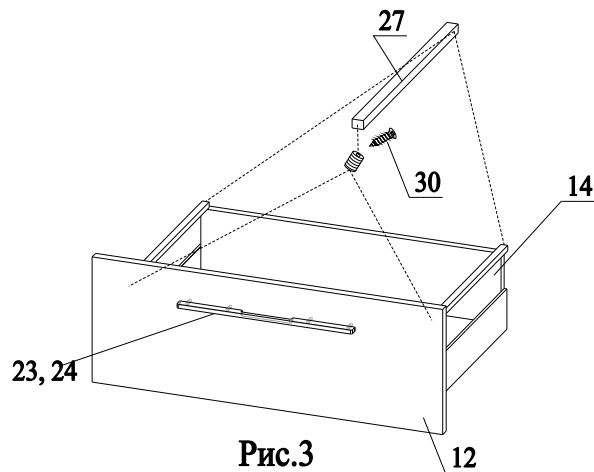

Рис.3
19. Привернуть к детали 12 шурупами 31 держатели боковин из комплекта 26. Соединить боковины и держатели задней стенки из комплекта 26. Соединить деталь 15 с боковинами, закрутить шурупы 30. Прикрутить деталь 14 шурупами 30 к держателям задней стенки. Прикрутить деталь 15 к детали 14 шурупом 31. Соединить боковины и деталь 12. Более подробная инструкция находится в комплекте 26 (рис.3);
20. Вставить держатели надставки в деталь 12. Вкрутить в них шуруп 30. Соединить надставку с держателем и деталью 14. Более подробная инструкция находится в комплекте 27 (рис.3);
21. Прикрутить ручки 23 к деталям 10, 11, 12, надев на винты насадное кольцо 24 (рис.3);